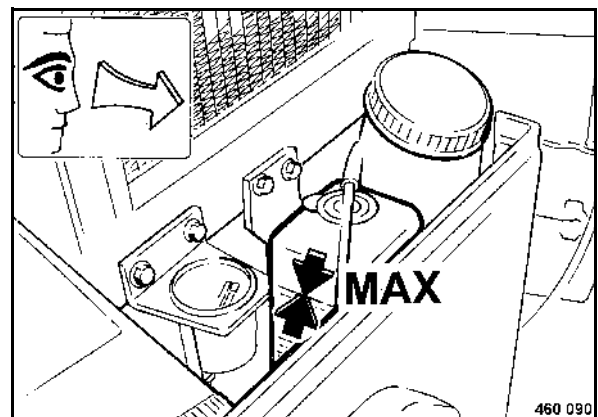

fig. 90
- Vérifier le niveau du liquide de refroidissement (fig. 90).